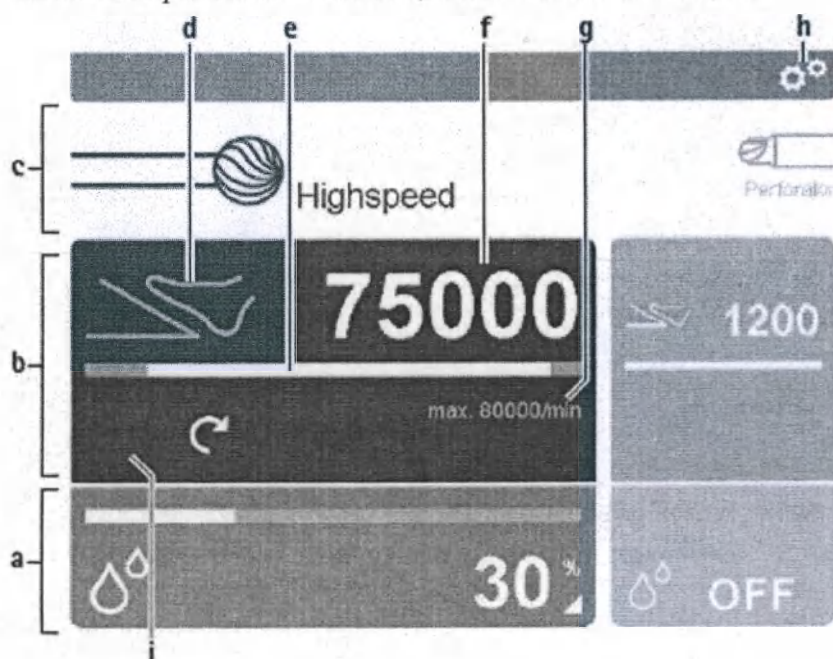

Рисунок 1 – Пример панели управления, где:
Выбранный объем подачи в % (на рис.1 – 30 %)
- c. Тип рабочего элемента (на рис.1 – Дрель (Высокоскоростной мотор))
- d. Способ активации: (на рис.1 – педаль управления ножная)